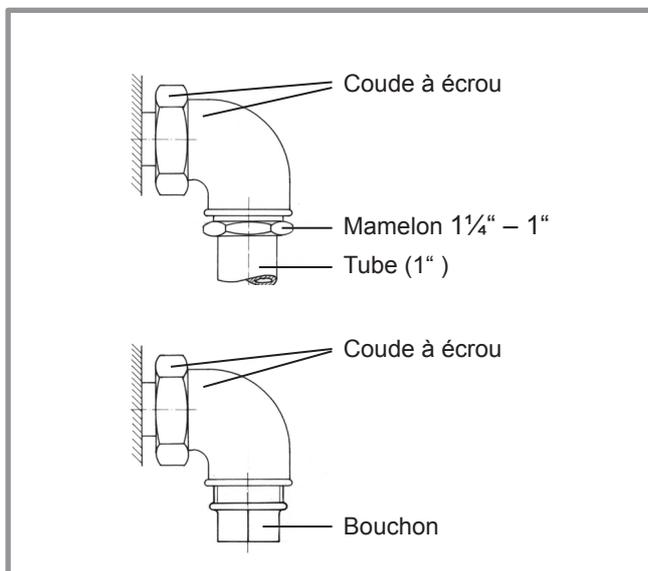

fig. 12 - Mise en place des coudes à écrou
• Fourniture hydraulique (fig. 12) :